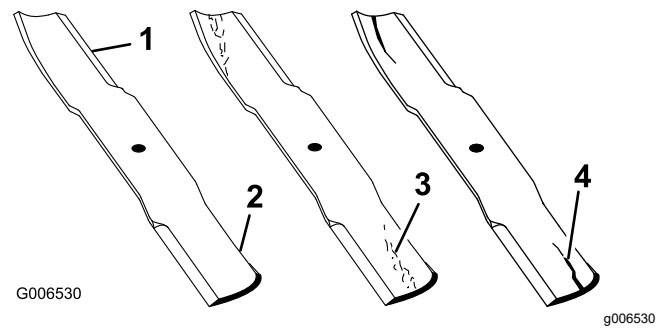

Figure 96
1. Examinez le tranchant des lames (Figure 96).
4. Remplacez immédiatement toute lame fendue, usée ou qui présente une entaille sur cette partie (Figure 96).